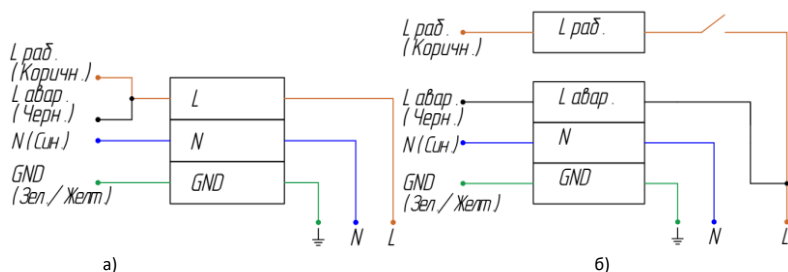

Рисунок 10 — Схема подключения аварийного светильника:
5.4.4. Если предполагается включать и выключать светильник в рабочем режиме, присоедините фазный рабочий провод (Лраб.) к клемме Лраб. через выключатель (см. рисунок 10, б). В данном случае возможно включение/отключение рабочего освещения через выключатель. В случае возникновения аварийного отключения электроэнергии светильник автоматически перейдет в аварийный режим при любом положении выключателя.